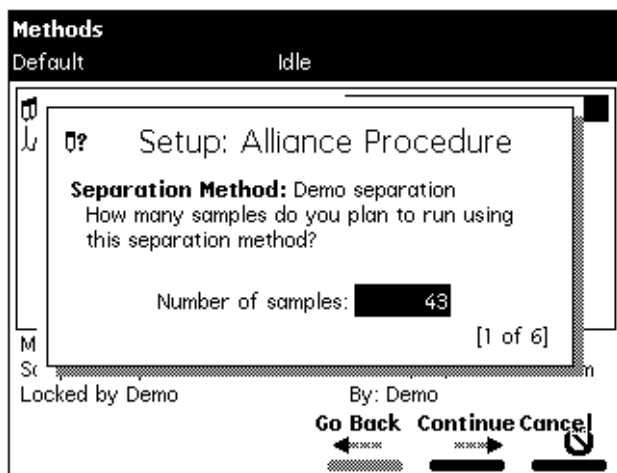

图 5-8 安装对话框
2. 选择要运行的样品模板，然后按 **Enter**。出现 **Setup**（安装）对话框（图 5-8）。